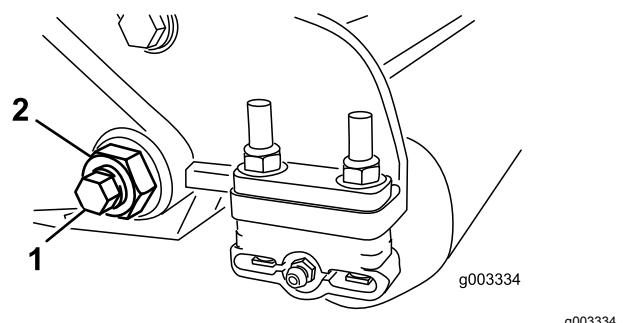
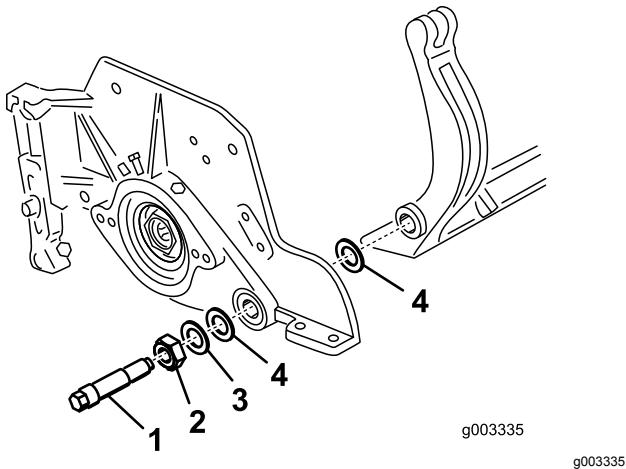

Bild 37
Bild 38
3. Lösen Sie an jeder Seite der Maschine die Sicherungsmutter, mit der die Schraube des Untermesserträgers befestigt ist (Bild 37).
Untermesserträger nach unten gezogen und von der Maschine entfernt werden kann (Bild 37). Bewahren Sie die zwei Nylonscheiben und die Scheibe aus gestanzten Stahl an jedem Ende des Untermesserträgers auf (Bild 38).